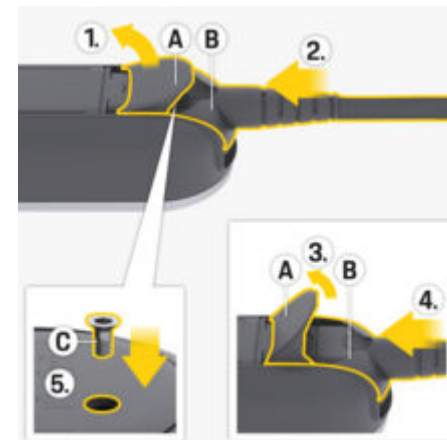

Рис. 176 Кріплення мережного кабелю та фіксація штекера
1. Відкрийте кришку **A** (Рис. 176) приблизно на 15 градусів (лише так, щоб штекер **B** (Рис. 176) увійшов у панель керування).
2. Вставте штекер **B** (Рис. 176) до першого упору в панель керування.
3. Повністю відкрийте кришку **A** (Рис. 176).
4. Повністю вставте штекер **B** (Рис. 176).
5. Повністю закрийте кришку **A** (Рис. 176) і закріпіть її гвинтом **C** (Рис. 176).